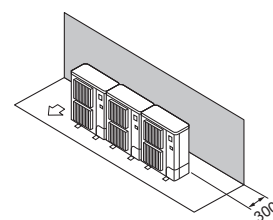

Fig. 2-8
- ① Кедергілер тек артқы жағында (Fig. 2-8)